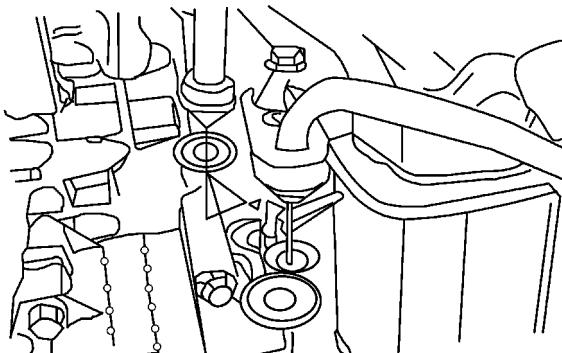

图 5-52 拆卸排出软管管板至压缩机螺母
3) 按照图 5-52 所示，拆卸排出软管管板至压缩机螺母。